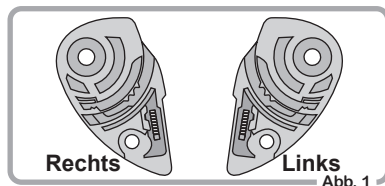

Abb. 1
① Zuerst, ob die Seite die Schild-Ratsche, wie in Abb. 1 dargestellt.